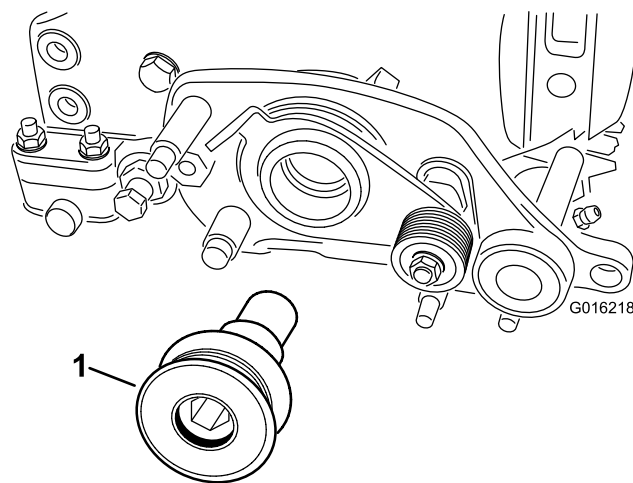

Figura 12
2. Sujete la polea motriz del groomer en el eje del molinete (Figura 12).
3. Apriete la polea motriz del groomer (Figura 12) a 170 N·m.